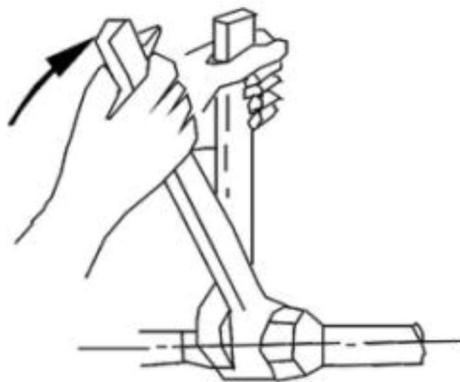

Figura 4 – Método de aperto da tubulação para evitar torção nos tubos
- Ao conectar a tubulação de entrada e saída de água, use duas chaves para ajustar ambas as partes dos tubos, garantindo que os tubos de entrada e saída de água não sofram nenhuma torção (ver figura 4).